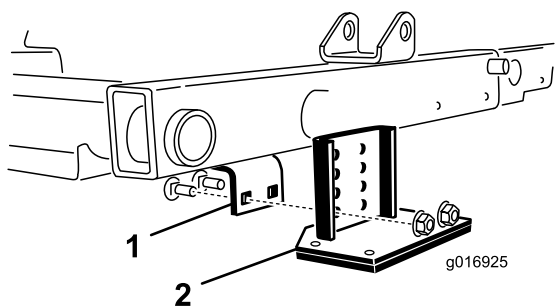

Figure 40
2. Placez le support de cadre au-dessus de l'unité de coupe centrale (Figure 40).
3. Appuyez sur le rouleau avant de l'unité de coupe centrale et déterminez quels sont les trous du support de basculement qui doivent s'aligner sur les trous du support de cadre pour obtenir le même contact du rouleau quand le support de basculement est monté (Figure 40).
4. Abaissez les unités de coupe et montez le support de basculement sur le cadre au moyen des 2 boulons de carrosserie et des 2 écrous fournis avec le kit (Figure 40).